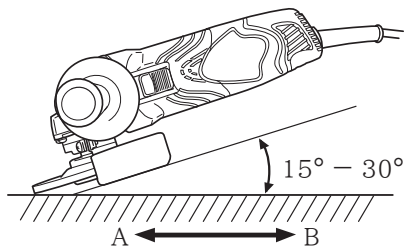

图 1
切勿将砂轮的全表面施加于要研磨的材料上。如图 1 所示，机器应保持 $15^\circ - 30^\circ$ ，使砂轮的外缘以最佳角度与工件相接触。
3. 用新砂轮首次进行研磨时，应将角向磨光机由对面横过工件往操作人员这边拉，以免挖入工件(图 1 的 B 方向)。等砂轮的前缘适当磨损后，就可往任何方向进行研磨。